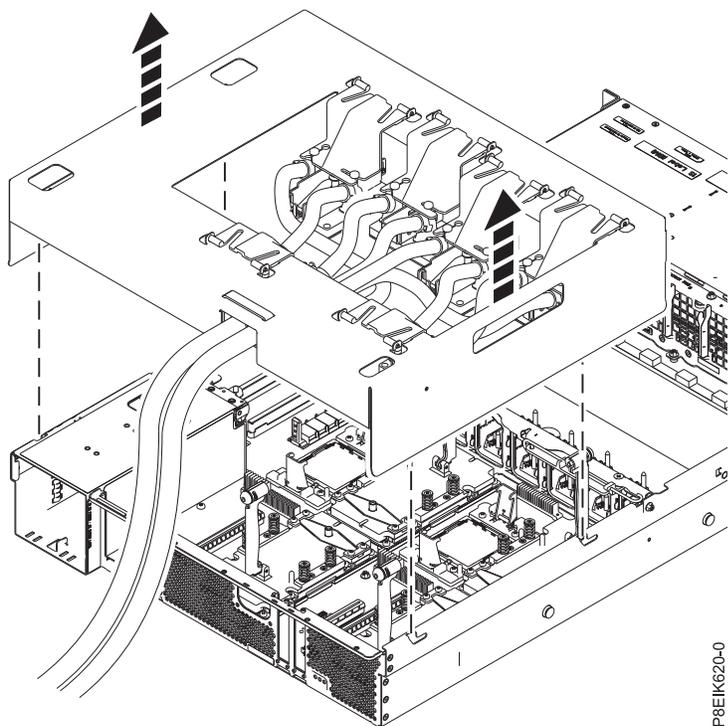

図 20. 冷却プレート取り付けキャリアを持ち上げる
13. すべての冷却プレートを冷却プレート取り付けキャリアに取り付けた後、キャリアをシステムから真っすぐ上に持ち上げます (19 ページの図 20 を参照)。斜めに持ち上げると、キャリアが冷却プレート・クリップに引っ掛かります。